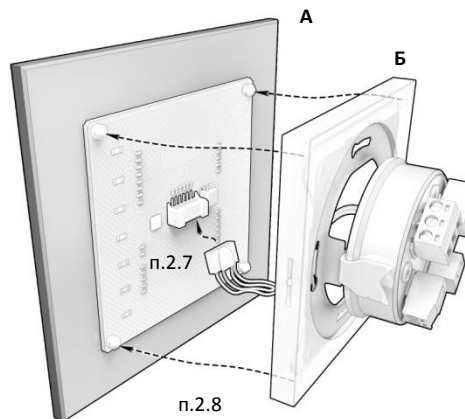

Рис. 1 Состав (А, Б) и порядок сборки (п. 2.7 и п.2.8) Q600 Wi.
2.7 Сориентируйте и сомкните ответные части разъема шлейфа - блока светорегулятора и сенсорной панели (рисунок 1).
2.8 Сориентируйте сенсорную панель разъемом вверх и присоедините к блоку светорегулятора, обеспечивая ее равномерный прижим до защелкивания в замках (см. рисунок 1).